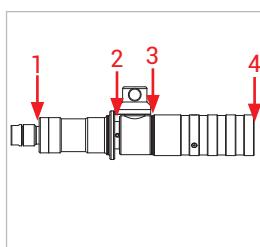

Figure 12
- ▶ Vérifiez les points de mesure suivants (*Figure 12*) :
- Réceptacle de service WEH® (1)
- Douille de guidage et raccord tournant (2)
- Raccord tournant et manchon de protection (3)
- Raccord (4)